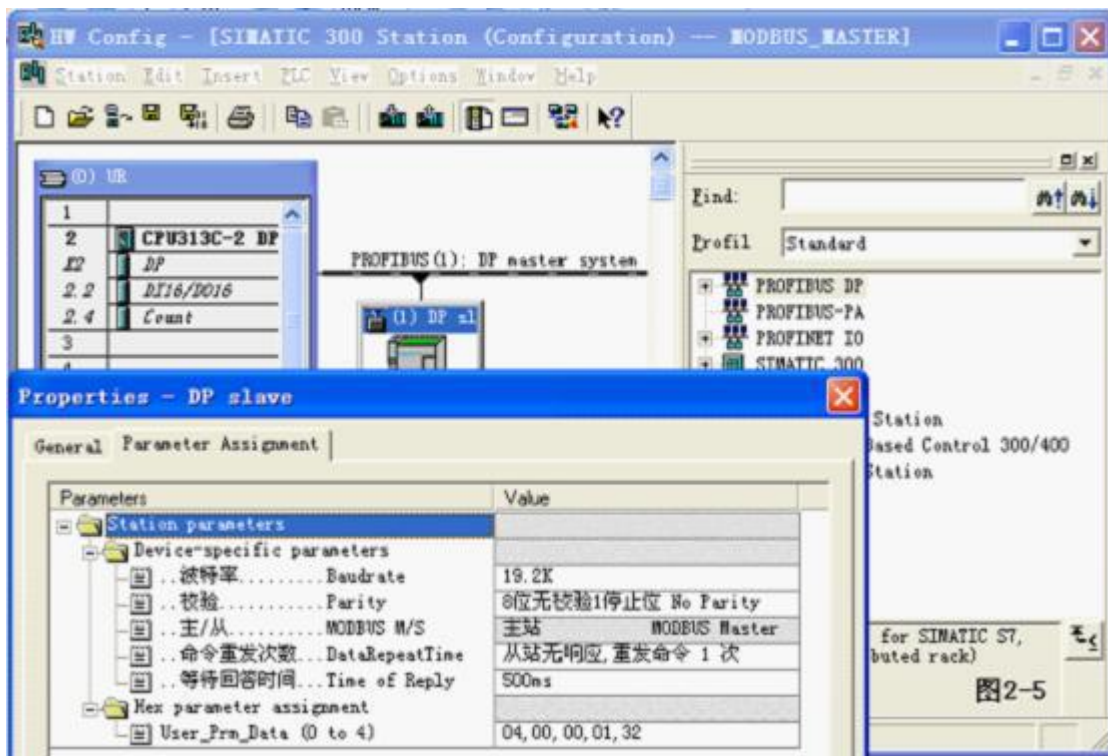

图2-5
- d. 配置DP-Modbus 协议转换器的modbus 侧RS485 接口双击DP-Modbus 图标, 出现如图2-5 的窗口, 选择 Parameter Assignment.